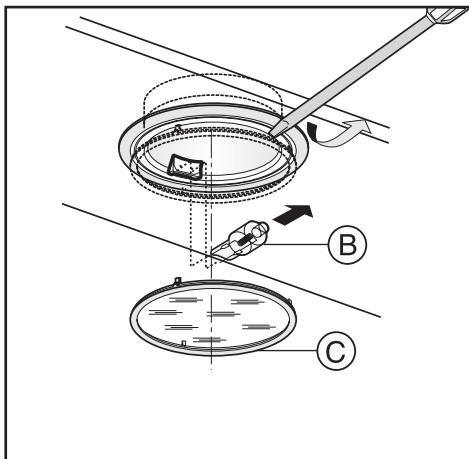

Fig.8
- **Sostituzione delle lampade alogene (Fig.8):**